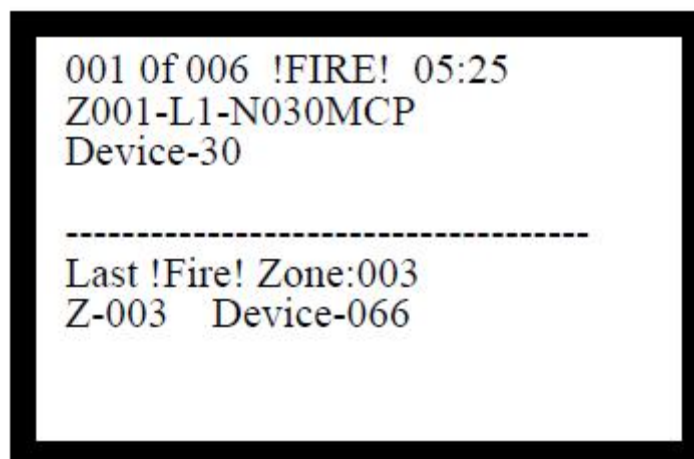

Рис. 5-4
2. Экран пожарного сигнала на мониторе шлейфа Рис. 5-4.